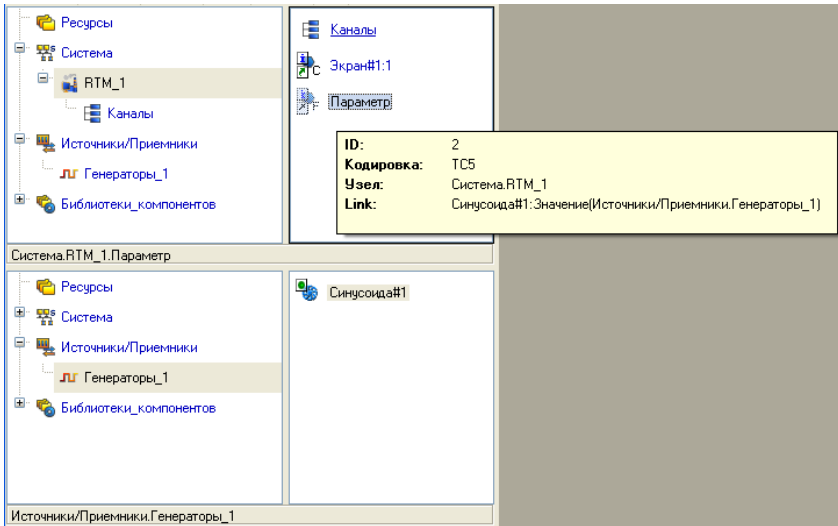

Рис. 18
- захопити за допомогою ЛК створене джерело і, не відпускаючи ЛК, перетягнути курсор на вузол **RTM_1** в шарі **Система**, а потім, у вікні компонентів, що відкрилося, на канал **Параметр**. Відпустити ЛК (рис. 18).